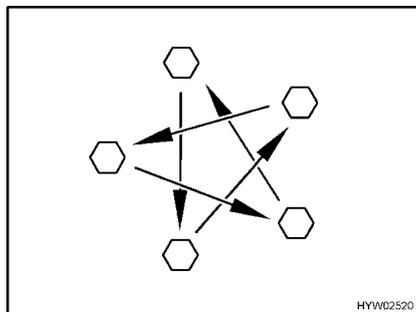

Fig. 169 Serrer en croix les écrous ou les boulons de roue
- Vérifier régulièrement le serrage des écrous ou des boulons de roues. Resserrer tous les écrous ou les boulons de roue 50 km après le changement d'une roue (Fig. 169). Pour les couples de serrage, voir paragraphe 14.5.2.
- Si des jantes neuves ou repeintes sont utilisées, alors resserrer les écrous ou les boulons de roue une fois de plus après env. 1 000 à 5000 km (Fig. 169).
- ▷ Serrer en croix les écrous ou les boulons de roue (Fig. 169).